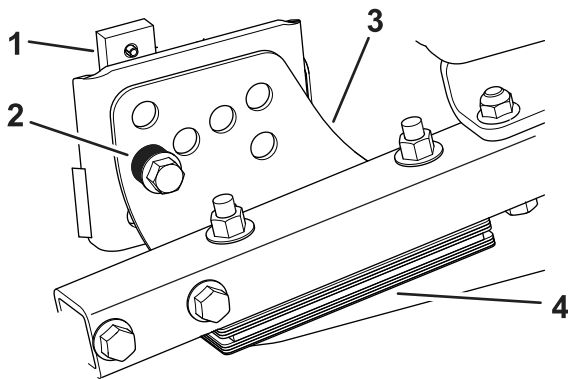

図 75
1. 刈り高ブラケット前、左、右のうち1つをデッキのフレームから外す図 75。
2. デッキフレームとブラケットとの間に厚さ 1.5 mm または 0.7 mm のシム、場合によってはこれらの両方を挿入して、希望する刈り高を達成する図 75。